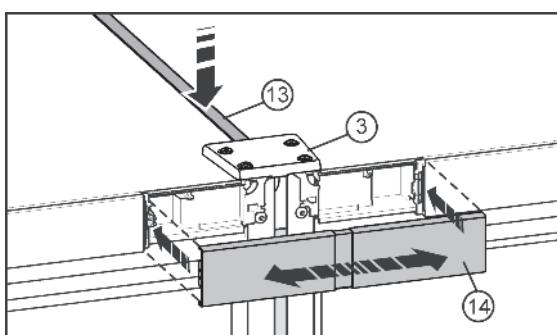

Fig. 10
- На верхней стороне вдавите в щель короткую планку Fig. 10 (13). Планка должна быть заподлицо с крышкой Fig. 10 (3) устройства на передней кромке.
- Защелкните крышку Fig. 10 (14) на еще открытом промежутке обеих заглушек участков обслуживания. Следите за тем, чтобы наружные стороны крышки заканчивались ровень с заглушками участков обслуживания. Для этой цели крышка сделана выдвижной.